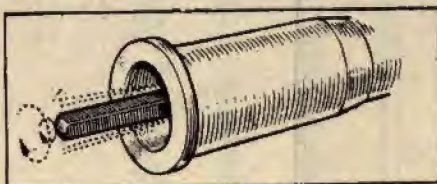

Fig. 8
**Fig. 8 - ROTAZIONE CONCENTRICA.** Controllate che l'albero ruoti concentricamente qualora risulti appoggiato su un piano e non eccentricamente come indicato a figura con linee tratteggiate.